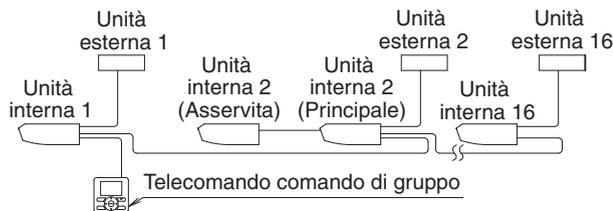

Fig. 34
- Se si utilizza l'apparecchiatura come unità accoppiata o unità principale per il funzionamento simultaneo, si può comandare simultaneamente (in gruppo) l'accensione/lo spegnimento di 16 unità max. con il comando a distanza. (Fare riferimento alla Fig. 34)
- (1) Rimuovere il coperchio della scatola di controllo. (Fare riferimento a "9. MODALITÀ DI ESECUZIONE DEI COLLEGAMENTI ELETTRICI ED ESEMPIO DI COLLEGAMENTO".)
- (2) Collegare degli attraversamenti tra i terminali (P1, P2) nella scatola di comando per il comando a distanza. (Non esiste polarità.) (Fare riferimento alla Fig. 34 e alla Tabella 3)